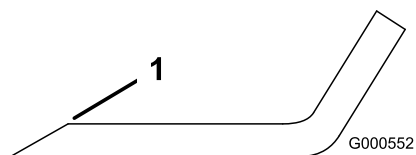

Figure 80
1. Au moyen d'une lime, aiguissez les tranchants à chaque bout de la lame (Figure 80).